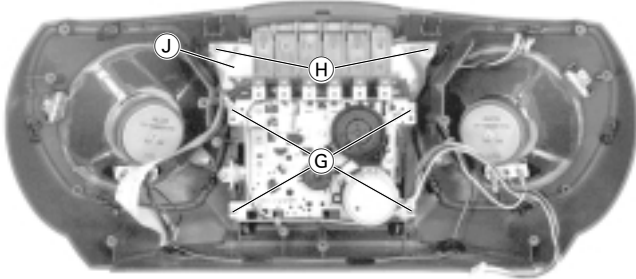

Fig. 6
- 4 Schrauben ⑥ herausschrauben (Fig. 6).
- Abdeckung ⑪ (Fig. 6 und 7) hochbiegen.
- Undo 4 screws ⑥ (Fig. 6).
- Lift the cover ⑪ (Fig. 6 and 7).